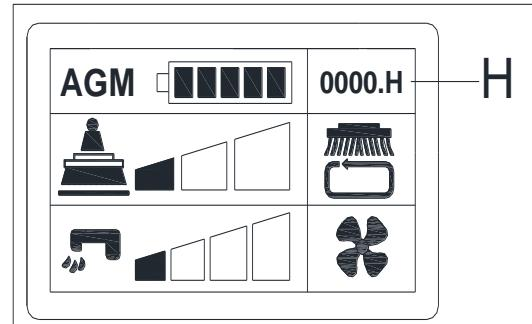

Figure 27
2. Presser le commutateur (35, Figure 2), le compteur horaire se met à tourner et affiche en même temps le nombre total d'heures de travail (H, Figure 27) à l'écran.
3. Relâcher le commutateur (35).
4. Tourner la clé de contact (42) sur « 0 ».